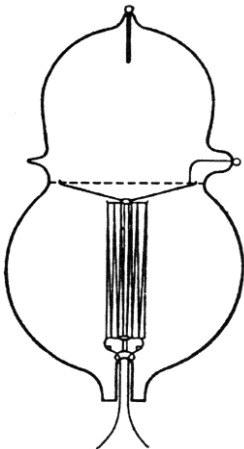

Рис. 83. Схема газорозрядного триоду Р. фон Лібена (Німеччина, 1910)
- 1910 р. Винайдено газорозрядний тріод з перфорованою сіткою (*Р. фон Лібен, Німеччина*) (рис. 83)